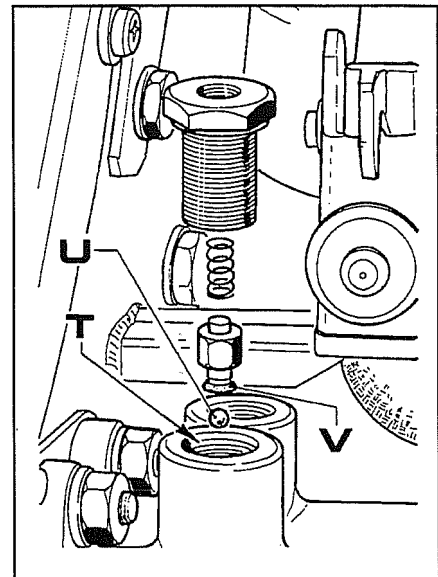
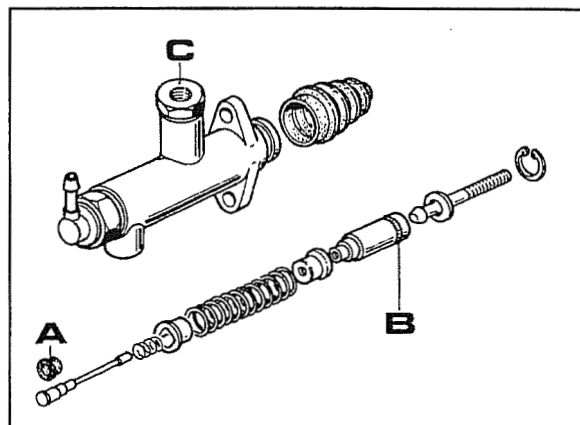

Fig. 5
Fig. 8
- 2 A fig.5 mostra os componentes de uma das duas válvulas. Verificar que não exista sujidade entre o alojamento **T**, esfera **U** e o anel **V**. Verificar também a integridade do anel **V** e se necessário substituí-lo.
- e. A fig.8 mostra os componentes de uma das duas bombas. Controlar que não exista sujidade e verificar a integridade do anel **A**, causas de derrames internos no circuito.
- f. No caso de substituição é aconselhável montar a série completa dos anéis, constituída pelos particulares **V** fig.5 e **A-B** fig.8.
- 2 Desmontar a bomba como ilustrado na fig. 8.